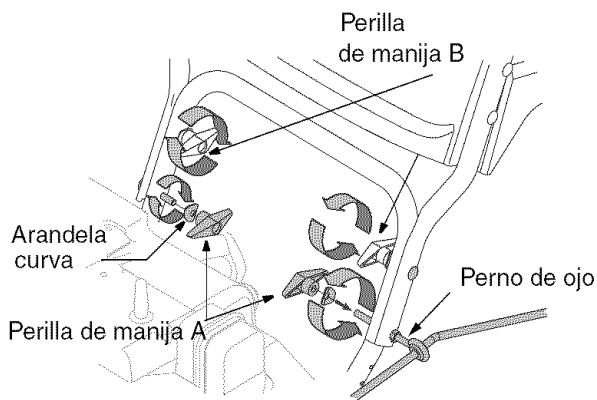

Figura 4
5. Inserte el perno de ojo a través del orificio inferior de las manijas superior e inferior en el lado izquierdo, y asegúrelo con la arandela y la perilla de manija A que quitó anteriormente. Vea la Figura 4.
6. Inserte el perno de carro a través del orificio inferior de las manijas superior e inferior en el lado derecho, y asegúrelo con la segunda perilla de manija A y la arandela curva. Vea la Figura 4.
7. Ajuste la perilla de manija B que ya se encuentra en los agujeros superiores y asegure firmemente las manijas. Vea la Figura 4.